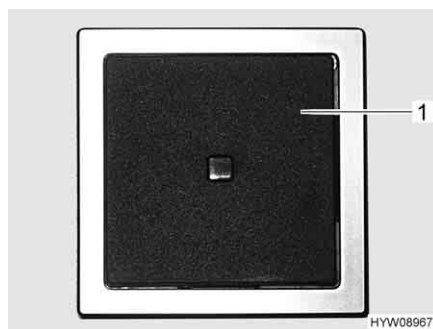

Fig. 109 Interruttore di comando (scaldacqua)
Con l'interruttore di comando (Fig. 109,1) si inserisce la modalità di funzionamento elettrico. La spia di controllo nell'interruttore deve accendersi.
- Inserire l'interruttore di comando (Fig. 109,1). La spia di controllo nell'interruttore si accende. L'acqua nello scaldacqua viene riscaldata a 65 °C.
- Spegner l'interruttore di comando (Fig. 109,1). La spia di controllo nell'interruttore si spegne.
- Spegner l'interruttore di comando (Fig. 109,1). La spia di controllo nell'interruttore non si accende.